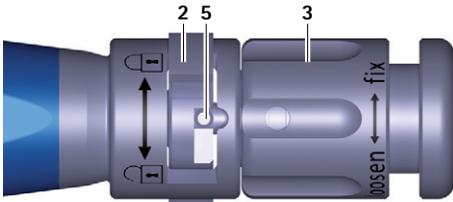
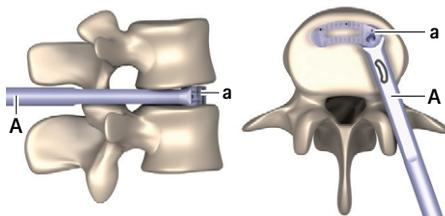

Fig. 3 Vista da vicino, strumento inseritore, interruttore chiuso
Fig. 11 Impianto in posizione finale
- ▶ Ruotare l'interruttore 2 verso destra (direzione ) , vedere Fig. 3.
- ▶ Ruotare il dado girevole **3** in senso antiorario (direzione „loosen"), finché il pin **5** non si trova completamente nell'interruttore **2**, vedere Fig. 3. Assicurarsi che il pin **5** nell'interruttore **2** non si blocchi.
- ▶ Ruotare l'interruttore **2** verso destra (direzione ) , vedere Fig. 3.
- Non appena viene raggiunta la posizione finale (vedere Fig. 11): Ruotare il dado girevole **3** in senso antiorario (direzione „loosen”), finché il pin **5** non si trova completamente nell'interruttore **2**, vedere Fig. 3. Assicurarsi che il pin **5** nell'interruttore **2** non si blocchi.